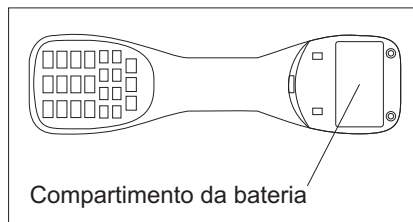

Figura 3
A) Siga o procedimento descrito no item 6.3 A para retirar a tampa traseira do badisco, remova as baterias de seu compartimento e troque-as por novas (Figura 3). Retorne a tampa e os parafusos à posição original.